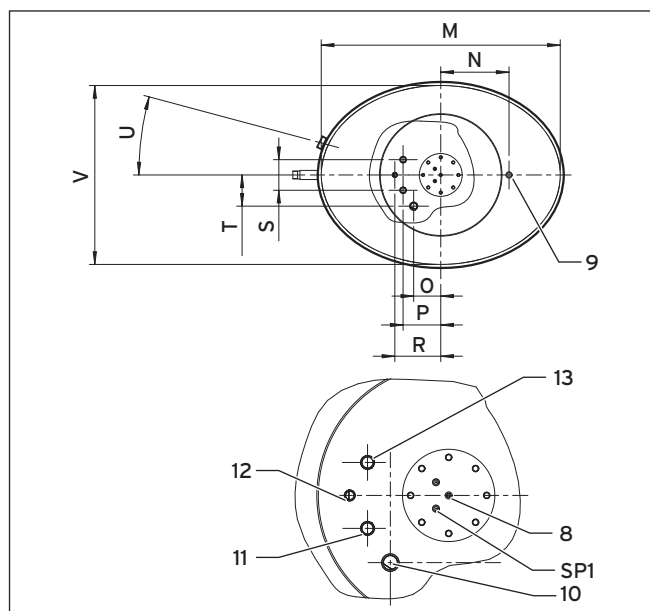

Fig. 4.7 Dimensions de raccordement du ballon combiné auroSTOR VPS SC 1000, vue du dessus
- Montez la conduite pour le raccord d'eau froide (**13**, fig. 4.7) avec une cornière de raccordement et les dispositifs de sécurité nécessaires.
- Montez la conduite pour le raccord départ réchauffage eau chaude sanitaire (**10**, fig. 4.7) avec une cornière de raccordement.
- Montez la conduite pour le raccord eau chaude sanitaire (**11**, fig. 4.7) avec une cornière de raccordement.
- Montez le cas échéant la conduite de circulation sur le raccord conduite de circulation (**12**, fig. 4.7) avec une cornière de raccordement.